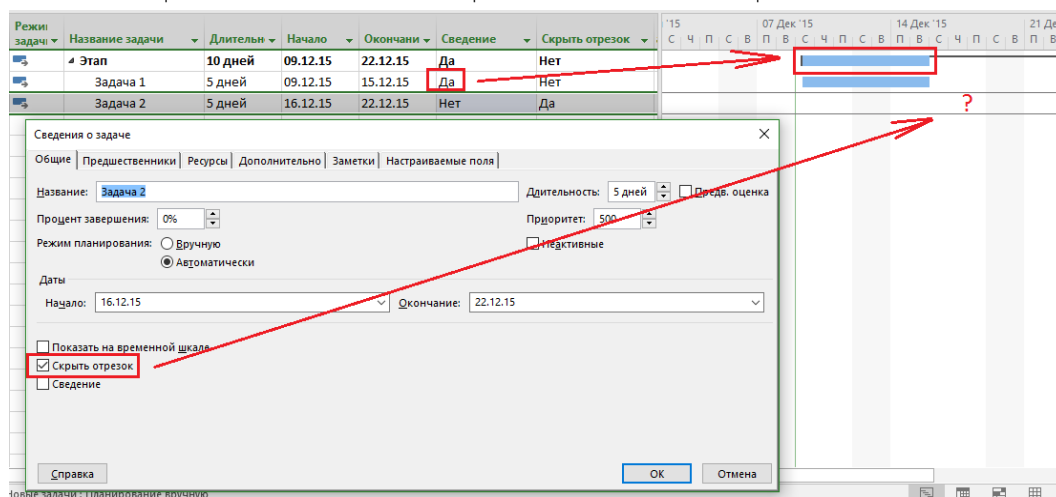

Рисунок 4.33 – Свойства задачи. Закладка «Общие»
1. Общие. На данной закладке (см. ниже рисунок 4.33), можно: